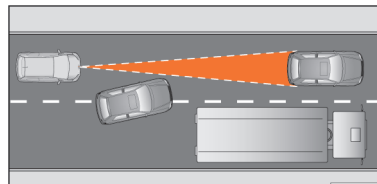

Fig. 119 Mudança de faixa de um veículo.
- Veículos que mudem para a faixa na qual circula a pouca distância do veículo »» **Fig. 119.**